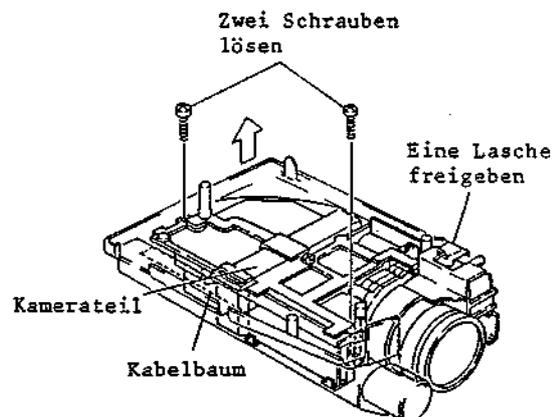

Abb. 2-9 Ausbau des Kamerateils
7. Zwei (2) Befestigungsschrauben des Kamerateils entfernen (siehe Abb. 2-9).
9. Eine (1) Lasche freigeben und das Kamerateil in Pfeilrichtung abnehmen.